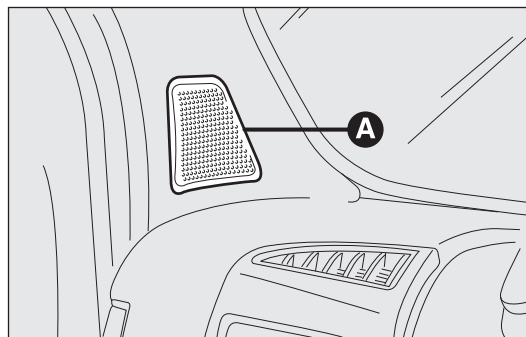

fig. 132
- 2 st. tweeter A som sitter på framstolparna (max. 30 W vardera) fig. 132.